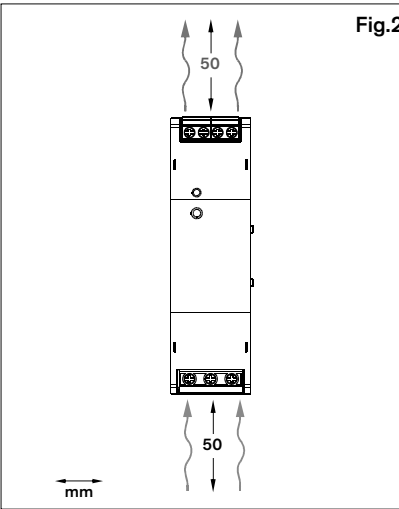

Fig.2
- Für ausreichende Kühlung muss gesorgt sein. Fig.2
Das Gerät kann an 35 mm DIN-Schienen montiert werden, in Übereinstimmung mit der Spezifikation DIN EN 50022. Dabei sind die Anforderungen an die Ventilationsabstände über und unter dem Gerät einzuhalten. Fig.2
- Assurer un refroidissement suffisant. Fig.2
L'appareil peut être monté sur des rails DIN de 35 mm, conformes aux spécifications de la norme DIN EN 50022. Respecter les exigences en matière d'espace de ventilation au-dessus et en dessous de l'appareil. Fig.2